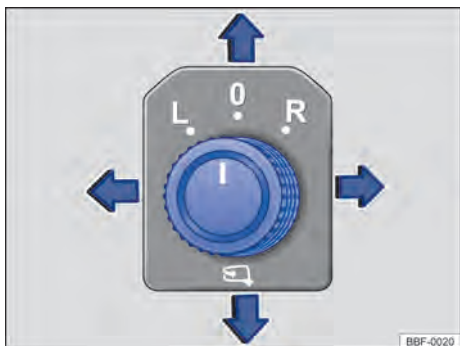

Fig. 83 Na porta do condutor: botão rotativo de ajuste dos espelhos retrovisores externos elétricos.
- Girar o botão rotativo na porta do condutor até o símbolo desejado → Fig. 83.